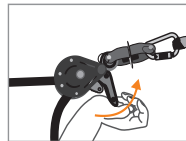

Fig 5
Para desmontar a linha de vida, puxe a alavanca do came (4) (Fig. 5). Solte o conjunto e volte a colocar na embalagem de origem.